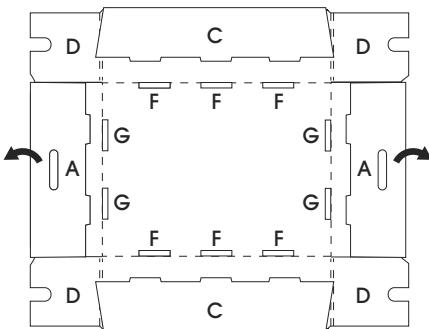

Figure 1
1. Placez la boîte non assemblée sur une surface plane avec les rabats orientés vers le haut. (Voir Figure 1)